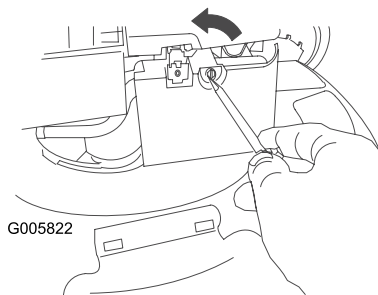

Figura 37
1. Utilice un destornillador para abrir la tapa del filtro de aire (Figura 37).